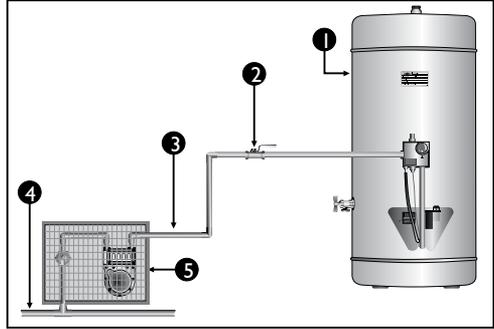

Figura 11
5. Centro de medición (contador y regulador) (Ver figura 11).